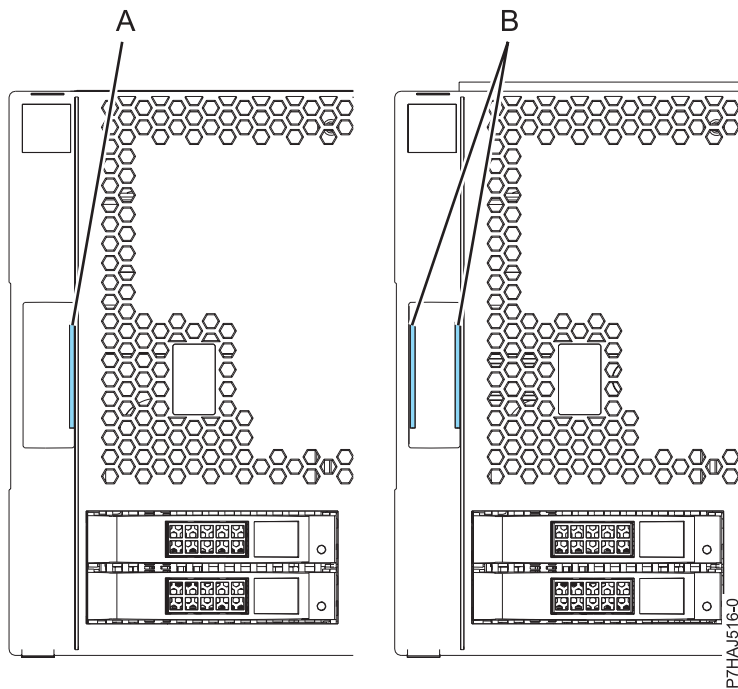

Figure 6. Identification des capots anciens et nouveaux
**Remarque :** Les anciens capots (expédiés avant le 1er mars 2011) sont reconnaissables à la bande bleue unique (A) située sur les taquets du capot. Les nouveaux capots possèdent deux bandes bleues (B). Voir figure 6, à la page 22.